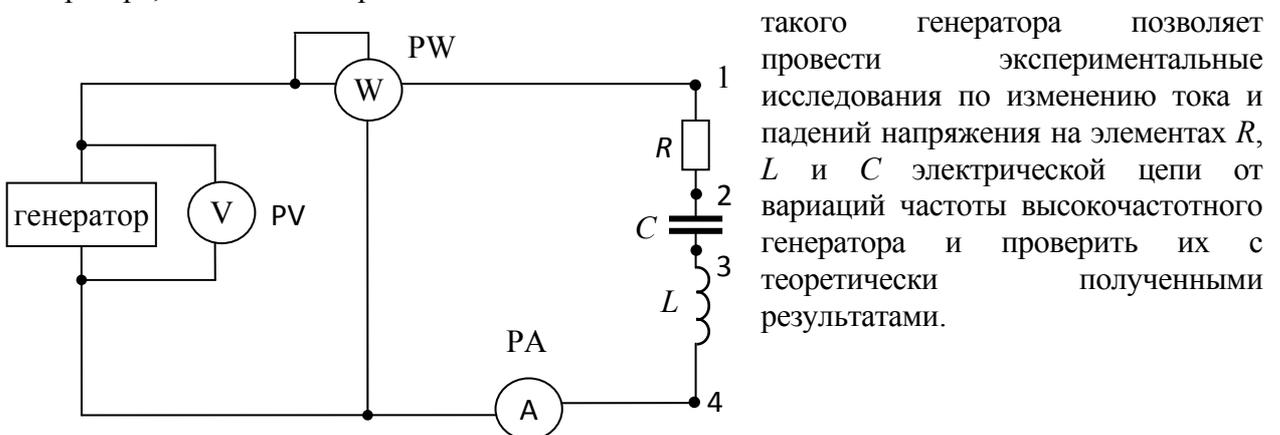

Рис. 4.7. Схема лабораторного стенда
На универсальном лабораторном блоке смонтирован стенд, содержащий электрическую цепь с последовательно включенными элементами  $R$ ,  $L$  и  $C$  (рис. 4.7). Переменное синусоидальное напряжение на элементы электрической цепи подается от высокочастотного генератора, имеющего широкий диапазон изменения частот от 0 до 100 кГц. Наличие именно
1. Изучите теоретические положения цепей синусоидального тока, порядок выполнения данной работы, ознакомьтесь с лабораторным стендом и электрической схемой цепи (рис. 4.7). Получите у преподавателя допуск к выполнению работы.
1.4. Подключите миллиамперметр к гнездам РА (рис. 4.7), соединив « $\perp$ » с « $\perp$ » – корпусом сменной панели.
2. Занесите заданное преподавателем значение генератора напряжения в название табл. 4.1 и установите его значение на генераторе напряжения. Для этого переключатель пределов измерения переводят в нижнее положение ГН с пределом измерения 25 В. Измерение напряжения осуществляют между точками 1 и 4 расчетной схемы (рис. 4.7). Регулировка напряжения осуществляется соответствующим регулятором амплитуды генератора сигналов. Установку напряжения и измерение производят только под контролем преподавателя или лаборанта. После установки напряжения ручку регулятора амплитуды трогать запрещается, т. к. это в значительной степени влияет на точность проведения эксперимента.
5.2. Измерение падения напряжения на элементах  $R$ ,  $L$  и  $C$  производится только для трех характерных режимов цепи – до возникновения резонанса, в момент резонанса и после резонанса. Установите ручкой регулятора частоты один из этих режимов и произведите измерение напряжения на элементах электрической цепи. Для этого элемент, на котором необходимо произвести измерение напряжений, следует установить в гнездо с номерами 3–4 расчетной схемы (рис. 4.7), переставив его местами с другими элементами схемы. Результаты измерений запишите в табл. 4.1 для трех выбранных вами частот, кратных 4.